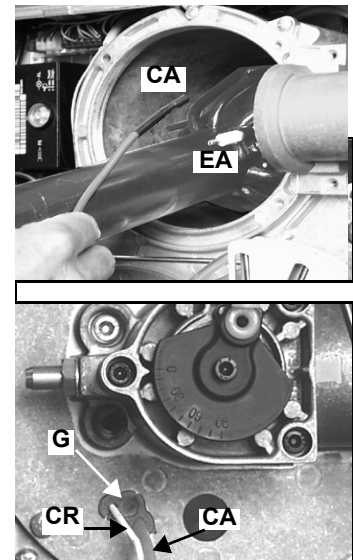

Fig. 46
- 3 Quite el conector CR del electrodo de detección (Fig. 46).
- 4 Desconecte el cable CA del electrodo de encendido EA (Fig. 46) y extráigalo por el orificio de la brida de soporte del cabezal, quitando la junta G (Fig. 46).